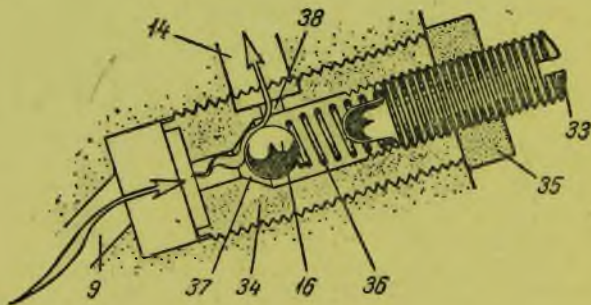

Рис. 73. Редуктор ТИЗ-АМ-600
Давление во всех сверлениях после насоса регулируется редуктором, изображенным отдельно на рис. 73. Ввертыванием или вывертыванием винта (33) из втулки (34), которая закреплена путем ввинчивания и за контрена гайкой (35), меняется сила упругости пружины (36), прижимающей шарик (16) к гнезду (37). Масло, нагнетаемое насосом по сверлению (9), давит на шарик (16), отодвигает его и проходит через окна (38) в канал (14). Чем сильнее будет сжата пружина винтом (33), тем большая потребуется сила от масла на отодвигание шарика